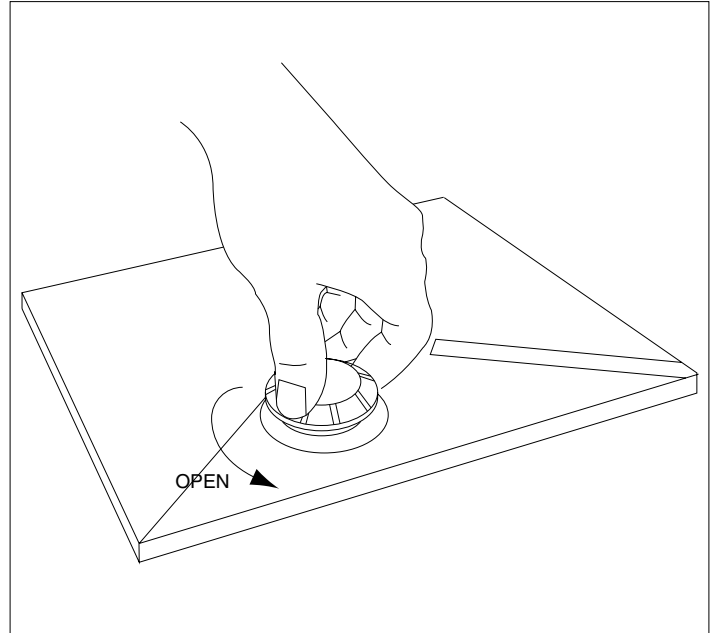

Fig. 18
- Поместите ключ "CS" (рис.18) и разблокируйте.